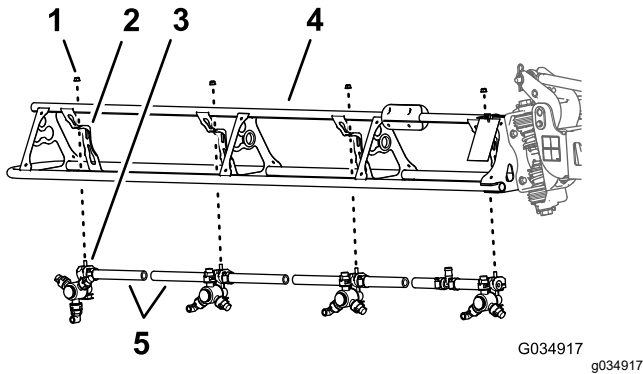

Figure 67
1. Sur la section de rampe extérieure, coupez le flexible entre les 2 buses de pulvérisation (Figure 67).
2. Retirez le contre-écrou à embase (5/16 po) qui fixe la buse de pulvérisation sur son support (Figure 67).
5. Sur la section de rampe centrale, coupez le flexible entre les 2 buses de pulvérisation (Figure 67).